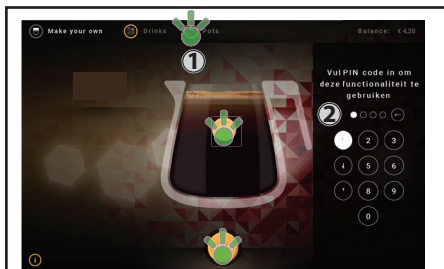

Fig. 4.9 - "Bægre"
1. Tryk på øverste højre ikon "Bægre" **(1)** på berøringsskærmen, når dispenseren er i leveringstilstand (fig. 4.9).
2. Indtast PIN-koden **(2)**, hvis det er relevant (fig. 4.9).